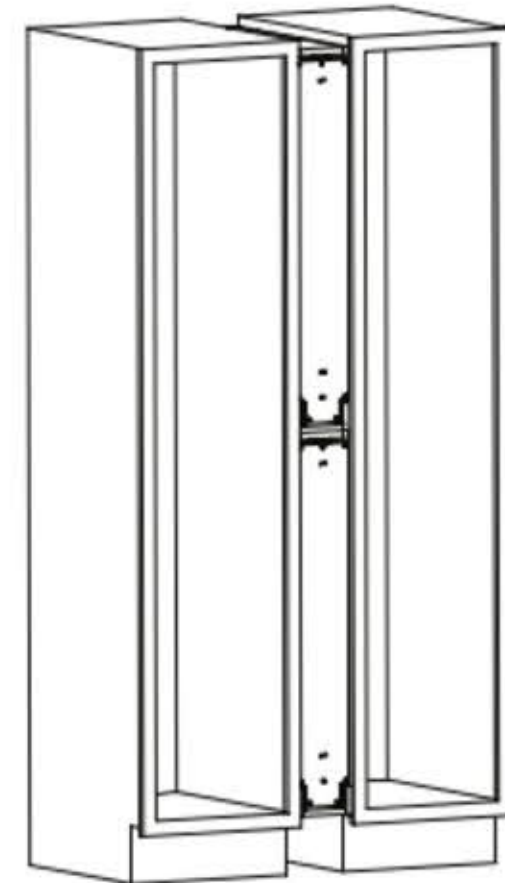

Fig 9
Step 7. Mount filler cabinet pull-out to adjacent cabinet 2. (See fig. 9).
Étape 7. Monter le module coulissant sur l'armoire adjacente 2. (Voir la figure 9).